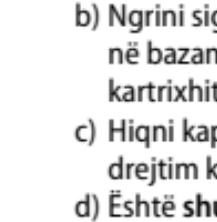

Fig. 1
a) Shtypni levën e zezë të lirimt që ndodhet nën piston në pjesën e pasme të dispenserit dhe tërhiqeni pistonin mbrapa sa të mundeni (Fig. 1).